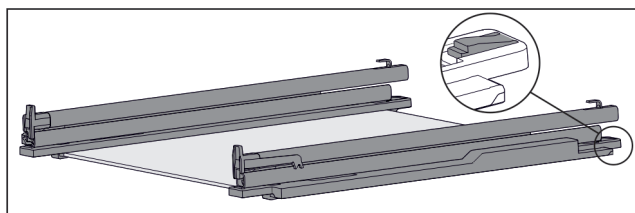

Fig. 133 Ripiano in vetro con guide e fermi
- ▶ Premere il fermo sul lato posteriore (vedere Fig. 133) e allo stesso tempo spingere la guida all'indietro.